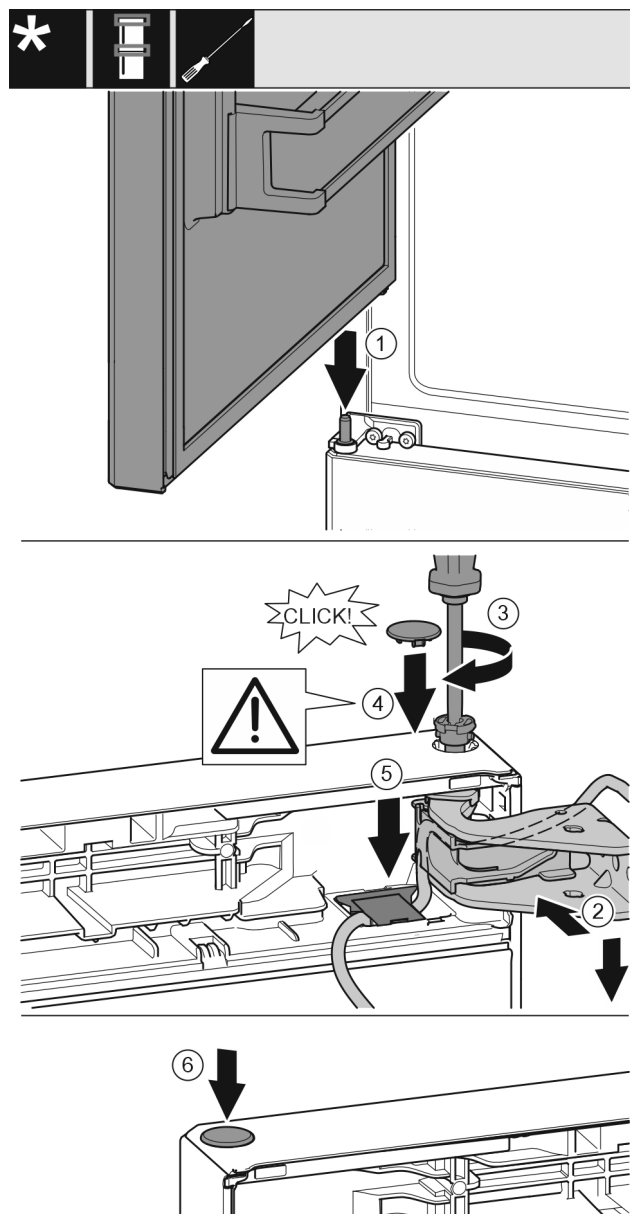

Fig. 40
- Mettre la porte supérieure sur l'axe de palier du milieu Fig. 40 (1)
- Orienter la porte en haut pour l'ouverture dans le support de palier. Fig. 40 (2)
- Poser le boulon et le visser avec un tournevis T15. Fig. 40 (3)
- Monter le cache de sécurité pour sécuriser la porte : Mettre en place le cache de sécurité et vérifier qu'il repose sur la porte. Sinon, enfoncer à fond le boulon. Fig. 40 (4)
- Mettre le cache et appuyer vers le bas jusqu'à ce qu'il s'enclenche. *Fig. 40 (5)*
- Mettre le bouchon en place. *Fig. 40 (6)*